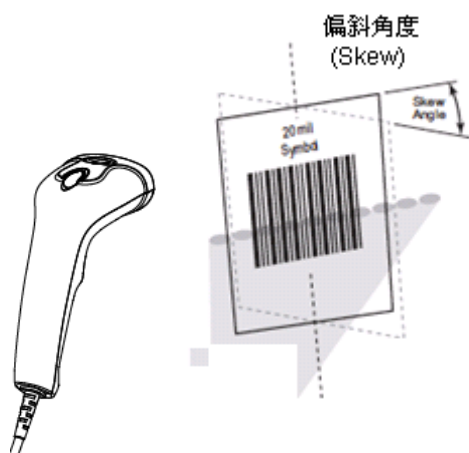

图 1-9
- ✧ 偏转角度(Skew)： $\pm 60^\circ$ ；测试条件为 0° 旋转角及 0° 倾斜角（见图 1-9）。